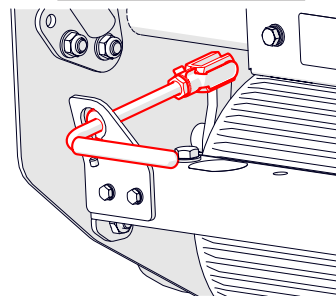

Fig. 14A - Desserer le frein de stationnement
2. Desserrez le frein de stationnement (Fig. 14A).